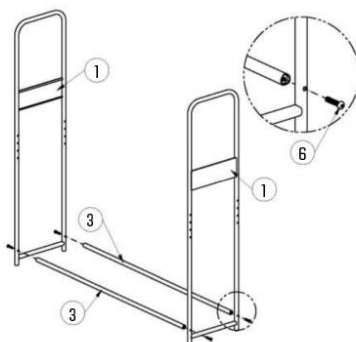

Figure 1
1. Utilisez des boulons hexagonaux à tête ronde M10 x 40 (6) pour raccorder le tuyau horizontal inférieur (3) des deux côtés du cadre (fig. 1).